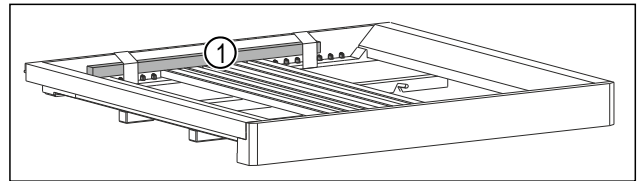

Fig. 6 \*
- ▶ Holzstab Fig. 6 (1) entfernen.\*